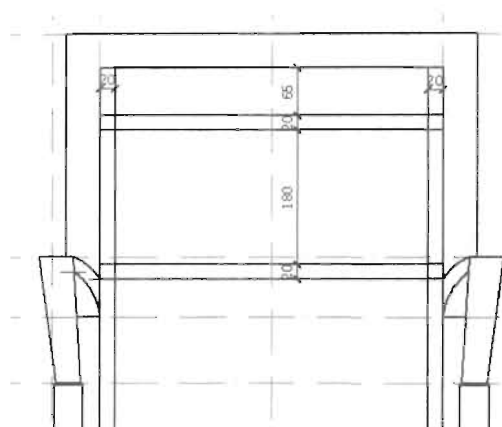

图 6-78
(1) 单击“修改”工具栏中的“偏移”按钮，将椅子后腿内侧的线段向内偏移 20mm，然后将帽头下方的线段向下偏移，偏移尺寸如图 6-78 所示。